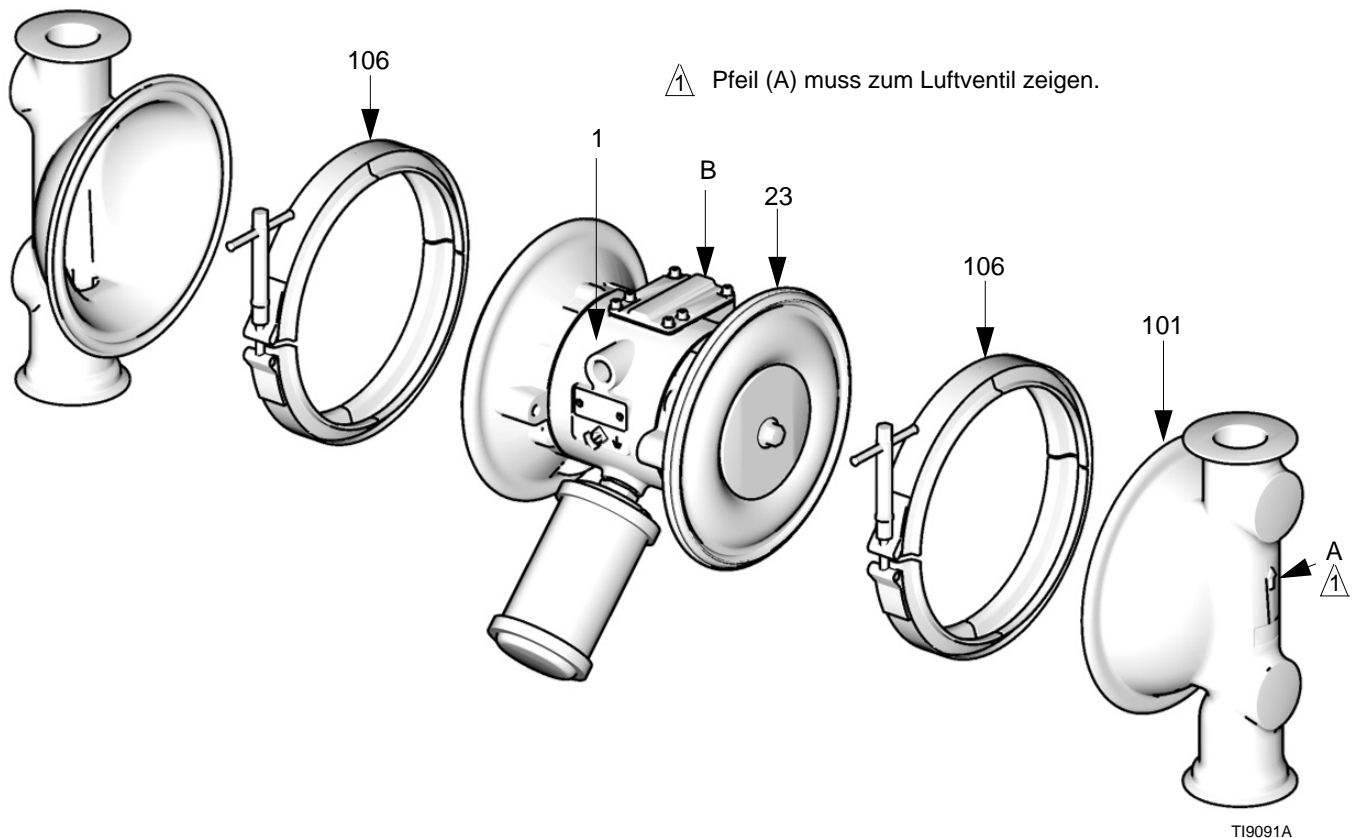

FIG. 10
3. Die Klammern (106) ausbauen, mit denen die Materialdeckel (101) an den Luftventilabdeckungen (23) gehalten werden. Die Materialabdeckungen (101) von der Pumpe abnehmen. Siehe FIG. 10.
- d. Nur bei den PTFE-Modellen: die Stütze (401\*) an der Schraube anbringen. Sicherstellen, dass die mit der Aufschrift AIR SIDE gekennzeichnete Seite zum zentralen Gehäuse weist (1).
- e. Die Stauscheibe der Luftseite (104) so anbringen, dass die abgerundete Seite zur Membran (401) zeigt. Auf dieser Scheibe ist die Teilenummer aufgedruckt.
- f. Mittelfestes (blaues) Loctite® oder ein ähnliches Mittel auf den Bolzen (107) auftragen. Bolzen handfest in die Welle (24) schrauben.
3. Die Membranwelle (24) der Länge nach und an den Enden fetten und durch das Gehäuse (1) schieben.
6. Die Materialdeckel (101) und das zentrale Gehäuse (1) so ausrichten, dass die Pfeile (A) auf den Deckeln in die gleiche Richtung zeigen wie das Luftventil (B). Die Deckel mit den Klammern sichern. Siehe FIG. 10.